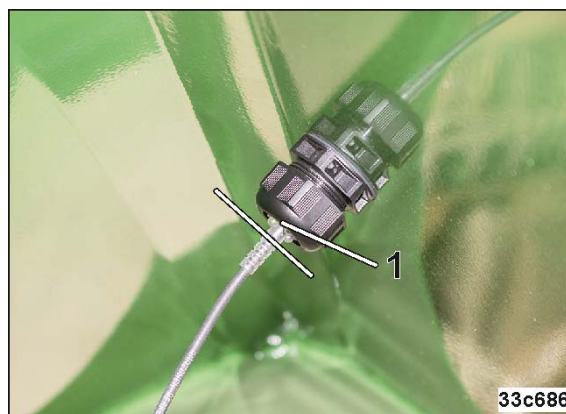

Рис. 115
4. Вставьте датчик в крепление настолько глубоко, чтобы кабельный выход был заподлицо с креплением (Рис. 115/1).